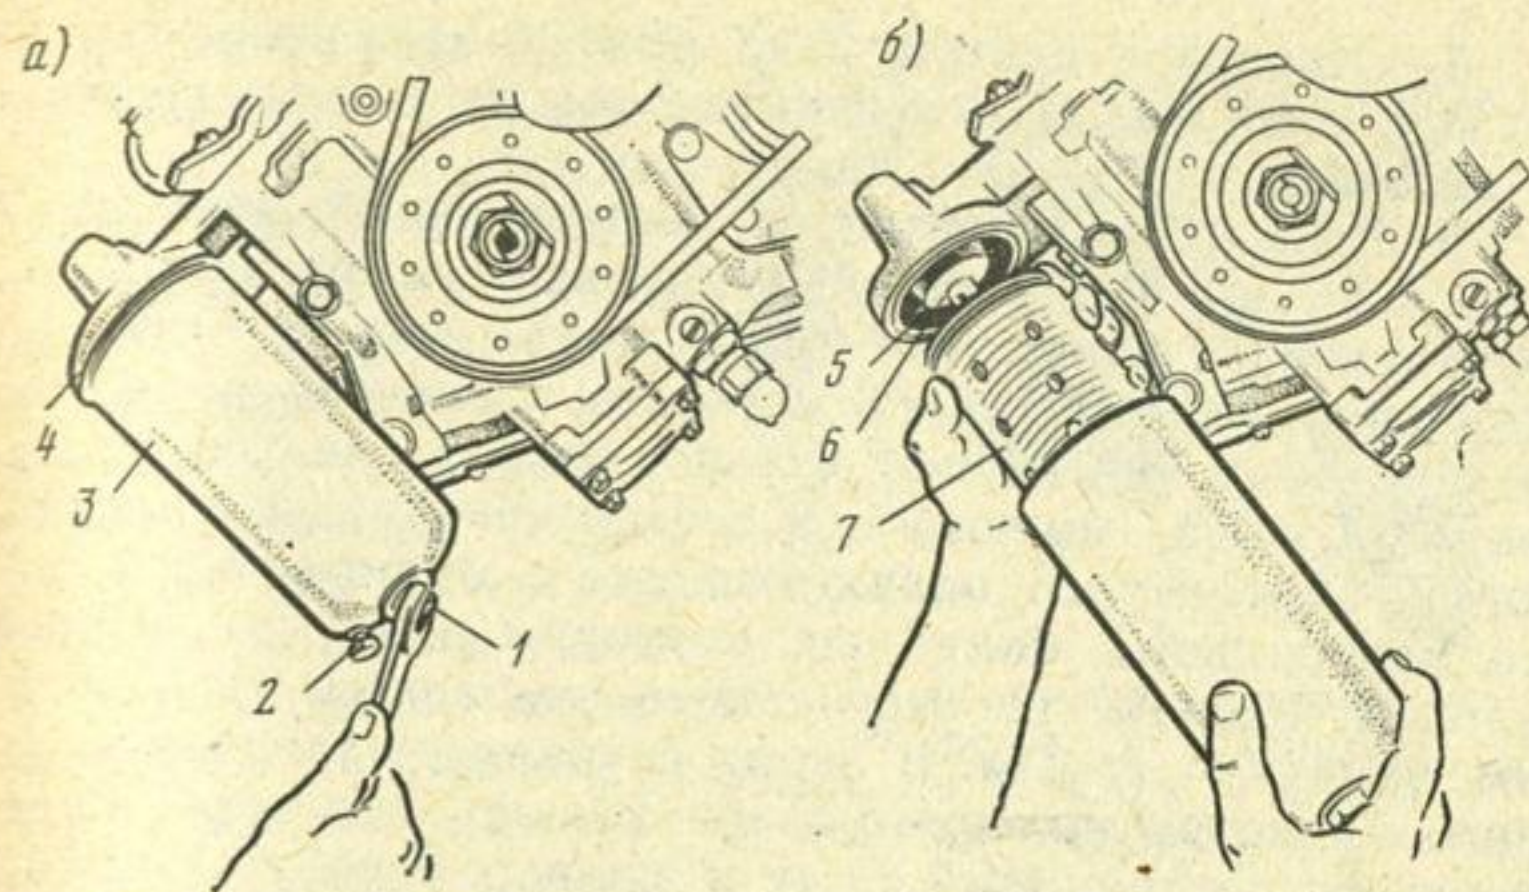

Рис. 53. Замена фильтрующего элемента полнопоточного фильтра очистки масла:
Полнопоточный фильтр очистки масла (рис. 53) со сменным бумажным фильтрующим элементом 7 включен последовательно в главную масляную магистраль и расположен в передней нижней части двигателя. Само название фильтра «полнопоточный» говорит о том, что все масло, нагнетаемое насосом в магистраль, проходит предварительно через фильтр, оставляя в нем находящиеся в масле частицы продуктов износа и смолистые вещества. Очищенное масло поступает к подшипникам и другим трущимся деталям, уменьшая их износ. Постепенно поры бумажного фильтрующего элемента забиваются грязью и продуктами износа, эффективность очистки масла резко падает, а износ деталей двигателя увеличивается. Кроме этого, присадки, придающие маслу ряд полезных свойств, «стареют», масло теряет свои ценные качества, а это тоже сказывается на условиях работы двигателя.
2. Одновременно слейте отстой из корпуса фильтра, отвернув сливную пробку 2 (рис. 53, а).
5. Выньте отработавший фильтрующий элемент 7 (рис. 53, б), промойте неэтилированным бензином изнутри корпус фильтра и протрите его насухо. Если при удалении фильтрующего элемента извлечено и нижнее резиновое уплотняющее кольцо, то его следует осмотреть. Кольцо, имеющее недеформированный уплотняющий бурт и туго надвигающееся на протертый насухо центральный болт, еще пригодно для дальнейшей работы. Кольцо, не отвечающее указанным требованиям, заменяют новым. В обоих случаях до установки нового элемента уплотнительное кольцо аккуратно надевают на центральный болт и плавно продвигают вниз до упора в стальную шайбу, опирающуюся на поджимную пружину. Ни в коем случае нельзя сначала устанавливать уплотнительное резиновое кольцо в нижнее отверстие элемента, а затем, вставляя элемент в корпус, одновременно надвигать кольцо на центральный болт. При таком способе монтажа неизбежны перекосы или вдавливание кольца во внутреннюю трубку элемента. Частичная или полная потеря уплотнения элемента в соединении с болтом приведет к прекращению очистки масла, что опасно для сохранности двигателя.